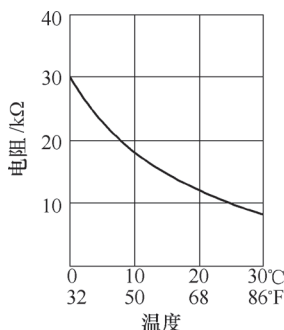

图 5-146 温度与电阻值的关系
3) 将电阻测量值与图 5-146 所示的技术参数进行比较, 电阻值应该符合技术参数, 否则更换新件。